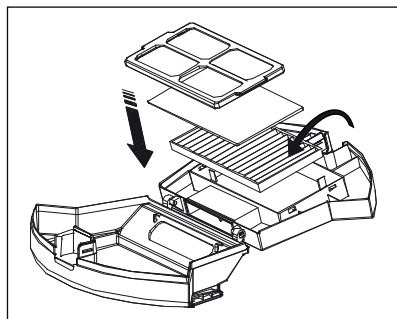

Fig. 13
- 8) Læg EPA-filteret **7** og skumfilteret ned i rummet igen, og fastgør sigtefilteret på rummet. Luk støvbeholderen **14** (se fig. 13).